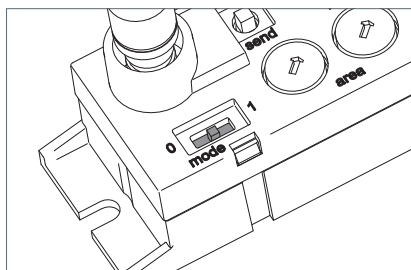

Fig. 6: Trasmissione attivata.
- ▶ Far scorrere l'interruttore a cursore "mode" in posizione **1**, vedi Fig. 6.